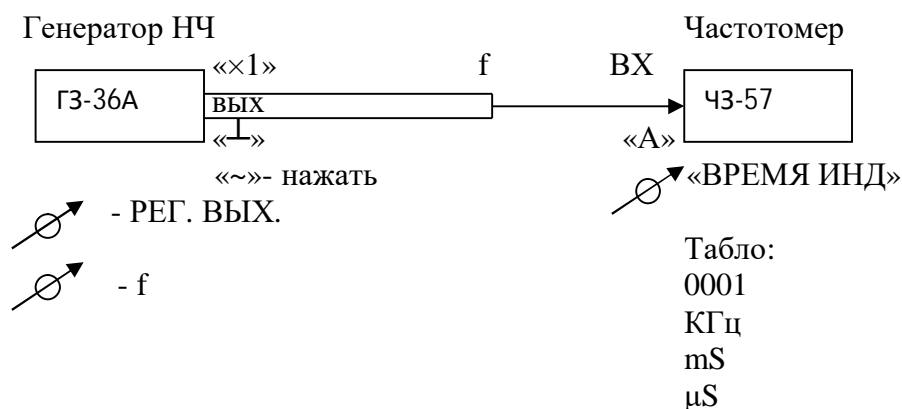

Рис.4. Схема для измерения частоты сигналов.
- на ГЗ-36А – включено «~» (Рис.4).
3.3. Собрать схему для измерения частоты генератора (Рис.4).
3.3.2. Для этого необходимо выполнить все действия, отображенные на Рис.4., т.е.: